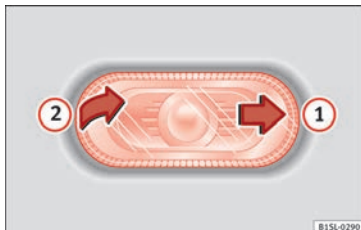

Abb. 92 Seitliche Blinkleuchte ausbauen.
1. Mit einer Hand die seitliche Blinkleuchte nach hinten schieben » Abb. 92 (1).